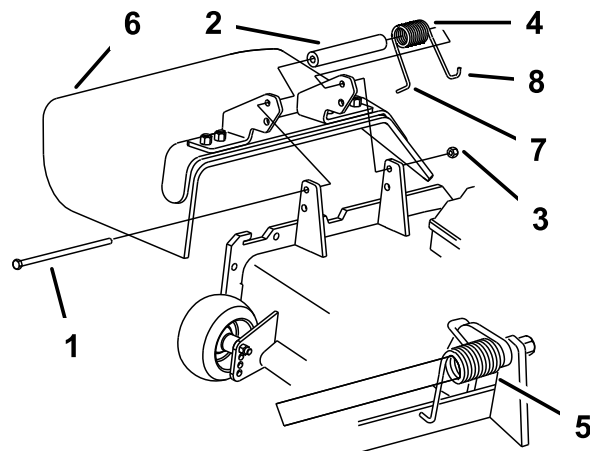

Рисунок 30
2. Снимите контргайку, болт пружину и проставку, удерживающие отражатель на кронштейнах поворота (Рисунок 30). Снимите поврежденный или изношенный отражатель травы.
Примечание: Убедитесь, что L-образный зацеп пружины установлен за край режущего блока перед установкой болта, как показано на Рисунок 30.
4. Установите болт и гайку. Зацепите J-образный конец пружины за отражатель травы (Рисунок 30).